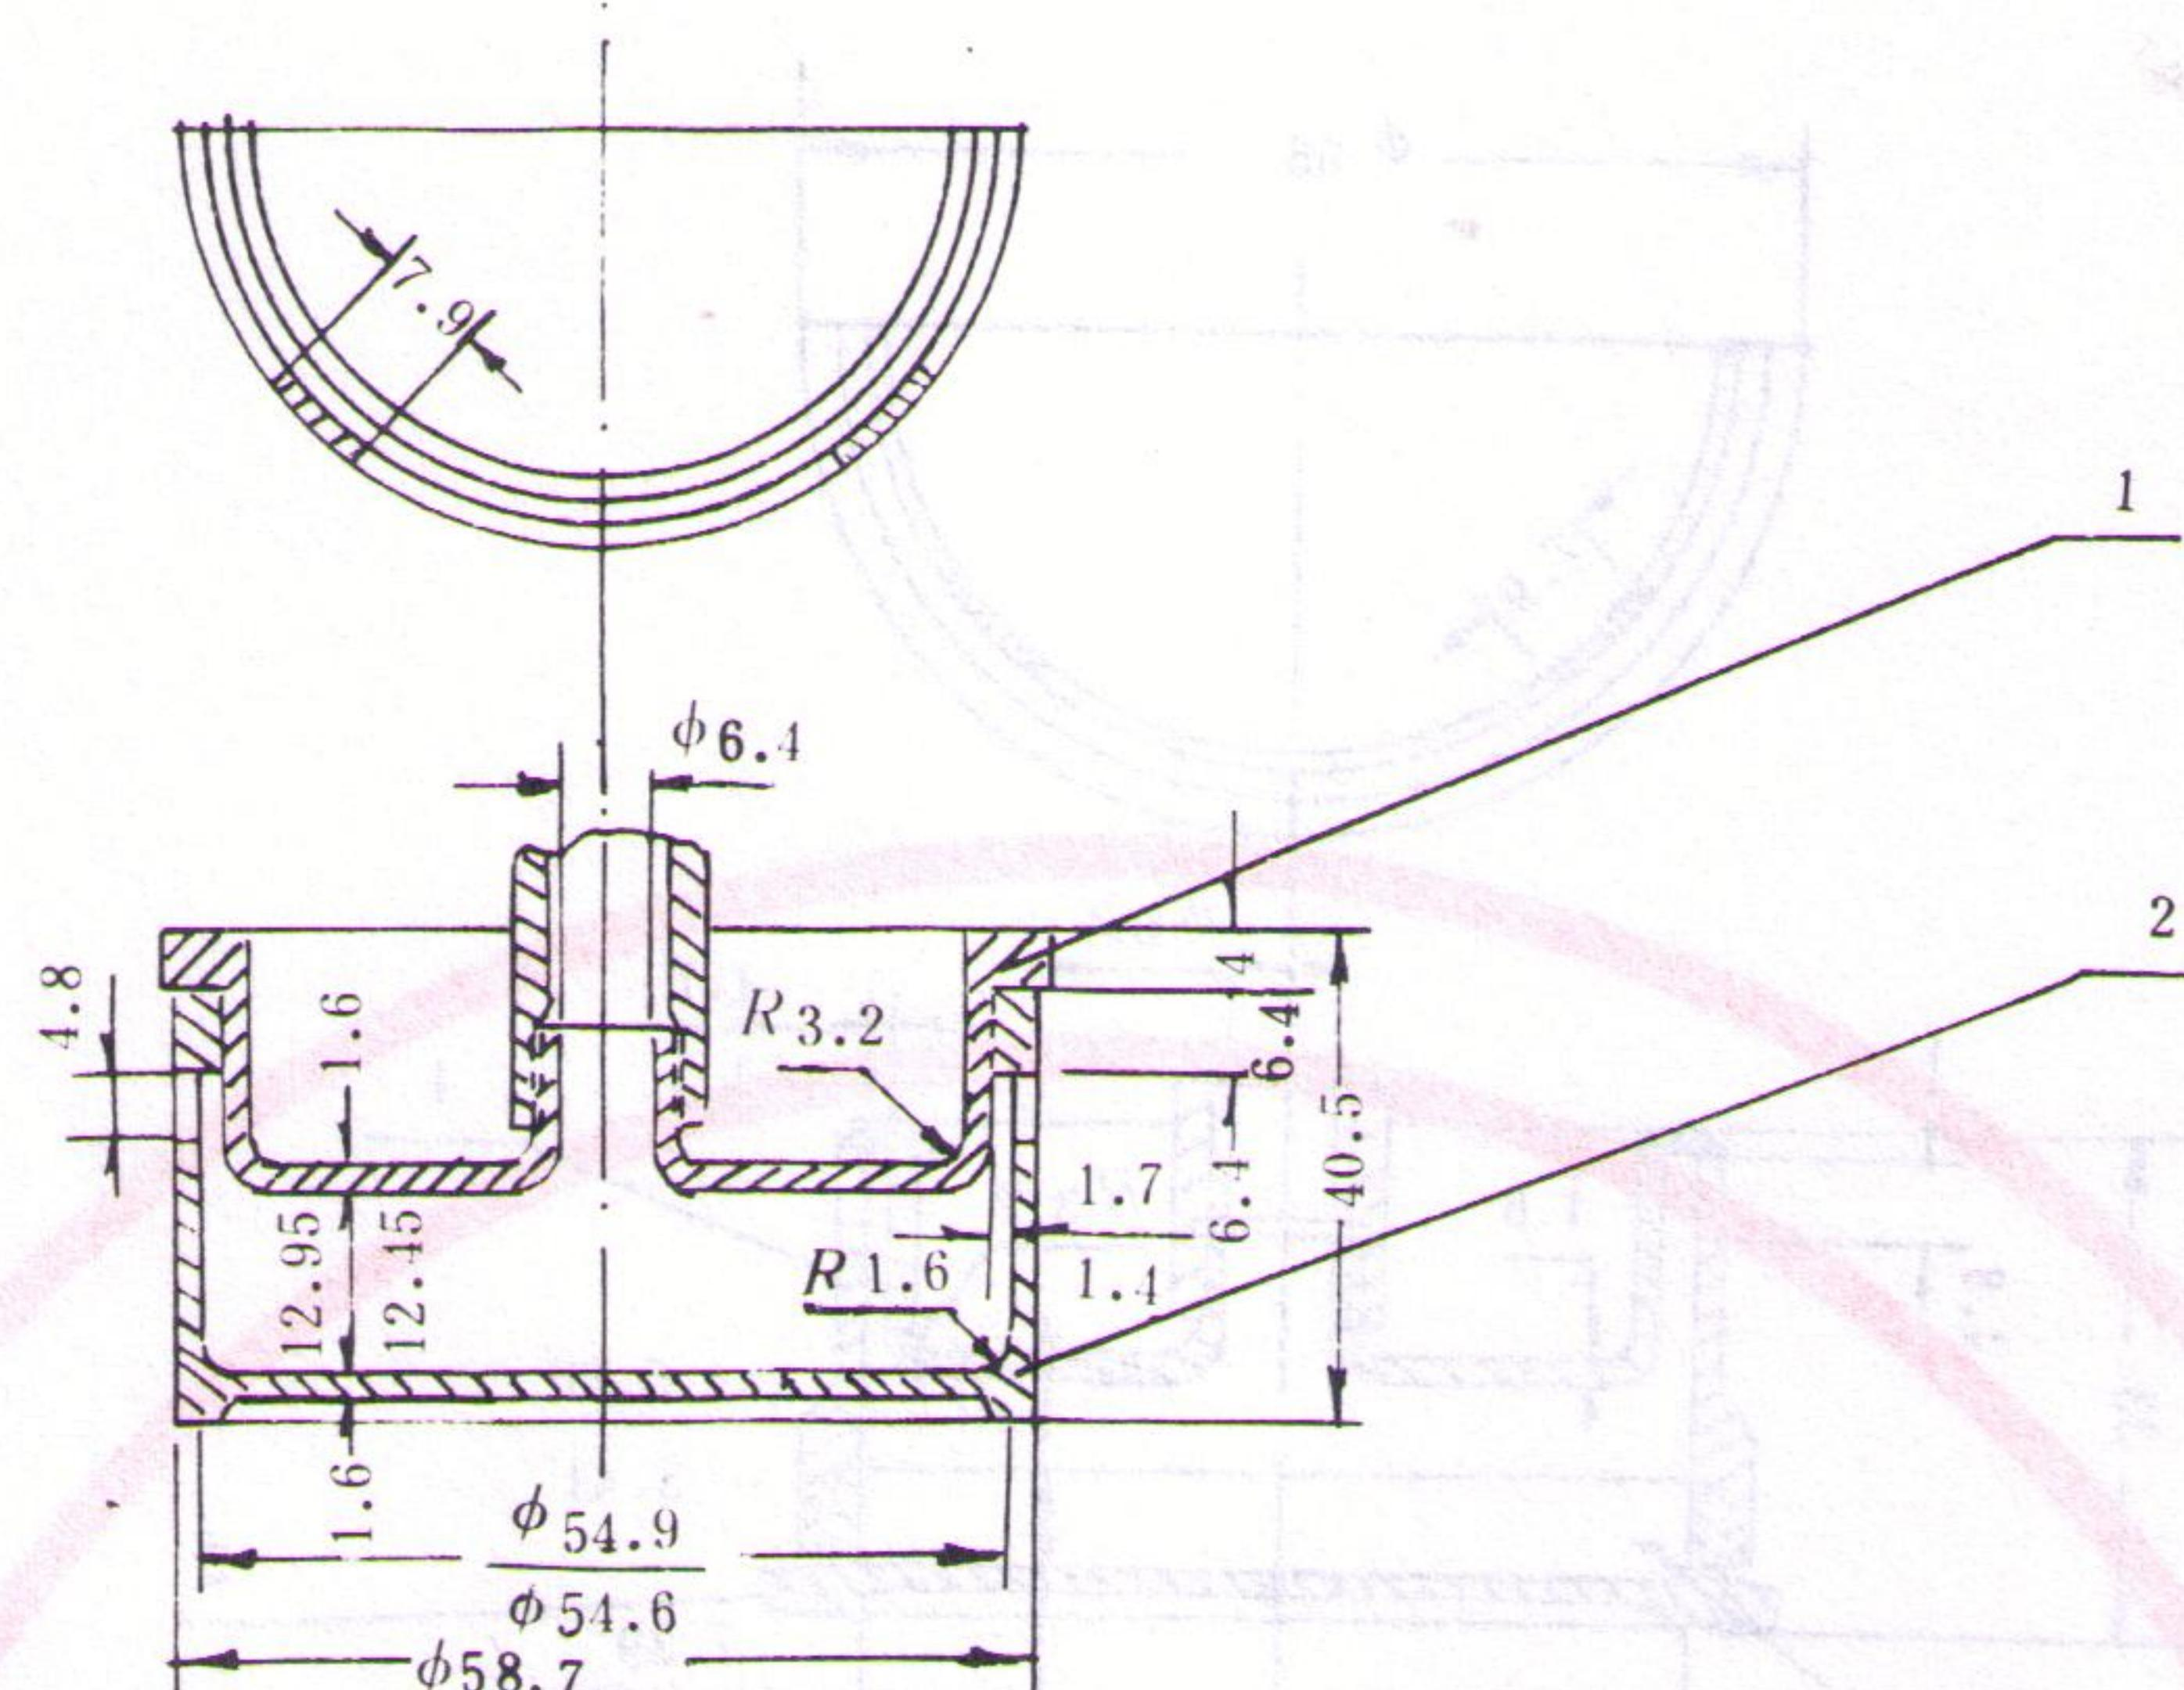

图3 润滑油试样杯组合件
**4.1** 称量洗净的试样杯和罩子（图 3 所示），精确至  $1 \text{ mg}$ ，用移液管把  $10.00 \pm 0.05 \text{ g}$  油样移入试样杯，将试样杯和罩子装配好，操作应仔细，不要让试样溅到罩子内表面，称量组合件并记录试样的净重，精确至  $1 \text{ mg}$ 。